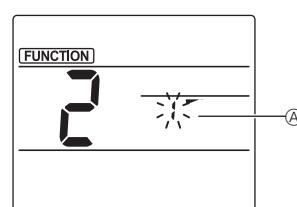

Fig. 2
- ② Velge spjeldnummer (fig. 2)